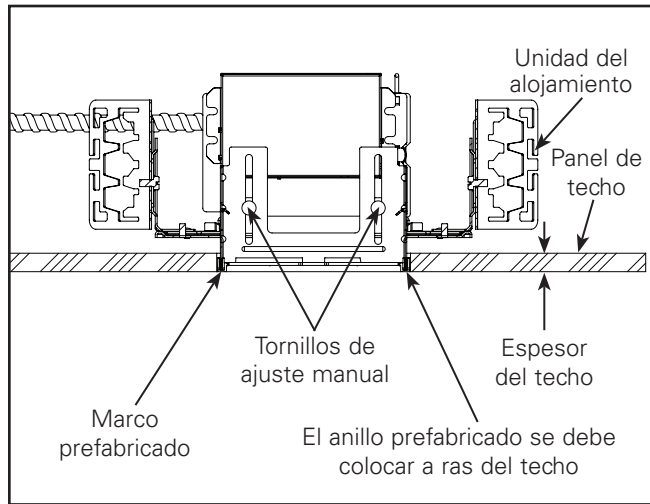

Figura 5
***IMPORTANTE:** Asegúrese de que el marco prefabricado esté al ras del techo después de la instalación del alojamiento. Utilice los tornillos de ajuste manual para ajustar la altura del collar vertical del alojamiento*. Consulte la Figura 5 como referencia.